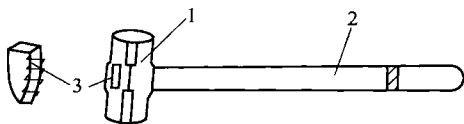
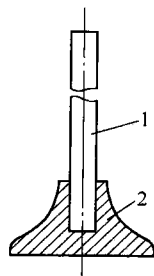

图 2-1 大锤
图 2-2 锤桩
1) 打大锤技术是冷作工的一项基本功，它不仅在手工操作中发挥很大作用，而且在机械化作业中也常用它来完成一些辅助工作，冷作工用的大锤和锤桩如图 2-1 和图 2-2 所示。
1) 如图 2-1 所示, 一般应选择重量为 3.6kg 的锤头, 在正式训练前要学会安装锤柄。首先应选择好锤头、锤柄。选择锤头时, 主要看其孔眼是否端正, 大小是否适宜。选择锤柄时, 既要看看它整体是否很直, 还要看它的木纹是直的还是斜的。木纹直而整体不直的锤柄调直后尚可使用, 而斜向木纹的锤柄因其受振易断, 不宜选用。
如图 2-2 所示, 锤桩由一个合适直径的钢棒插入铸铁底座构成。锤桩的高度与训练者的身高相适应, 一般以 800~1000mm 为宜。